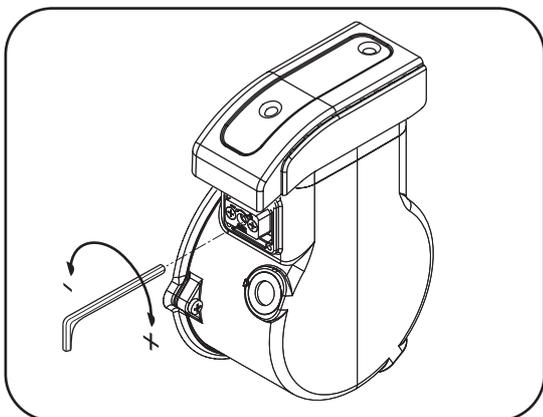

fig.7 - Volet d'entrée
5.3.1 - Réglage du volet d'air (fig.7)
- Si nécessaire, affiner les réglages d'air (fig.7).